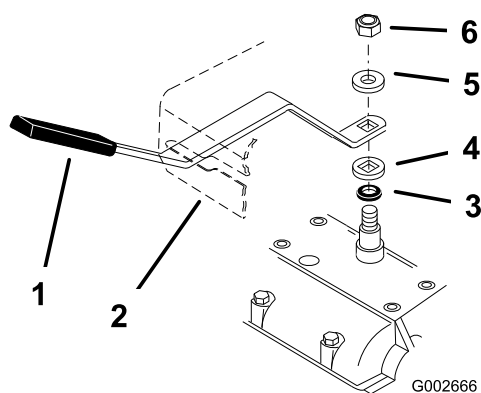

Figure 6
1. Sélectionnez le deuxième rapport et vérifiez l'alignement du levier dans le cran de la plaque du levier de vitesses. L'espace entre le haut et le bas du levier doit être égal (Figure 6).
2. Si ce n'est pas le cas, enlevez le levier et pliez-le légèrement pour le régler (Figure 6).
3. Sélectionnez le point mort et vérifiez l'alignement du levier dans le cran de la plaque du levier de vitesses. L'espace de chaque côté du levier doit être égal (Figure 6).